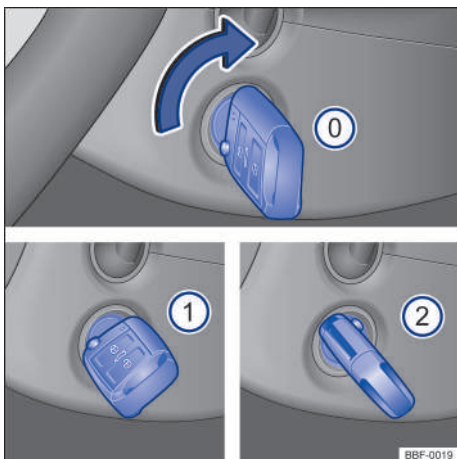

Fig. 90 Al lado del volante de la dirección, a la derecha: posiciones de la llave del vehículo en la cerradura de encendido.
Posiciones de la llave del vehículo → **fig. 90**
- ① Encendido desconectado. La llave del vehículo puede ser retirada.
- ① Encendido conectado.
- ② Pise el pedal del freno (*vehículos con transmisión automática*), o el pedal del embrague (*vehículos con transmisión manual*) y encienda el motor. Cuando el motor arranque, suelte la llave del encendido. Al soltar, la llave del vehículo vuelve a la posición → **fig. 90** ①.
- *Vehículos con cerradura de encendido*: girar la llave del vehículo a la posición → fig. 90 ①. El encendido está conectado.
- *Vehículos con cerradura de encendido*: gire la llave del vehículo en la tumbor de ignición hacia la posición → fig. 90 ② – no acelerar. Cuando el motor comience a funcionar, soltar la llave del vehículo en la cerradura de encendido.
- *Vehículos con cerradura de encendido*: girar la llave del vehículo en la cerradura de encendido a la posición → fig. 90 .